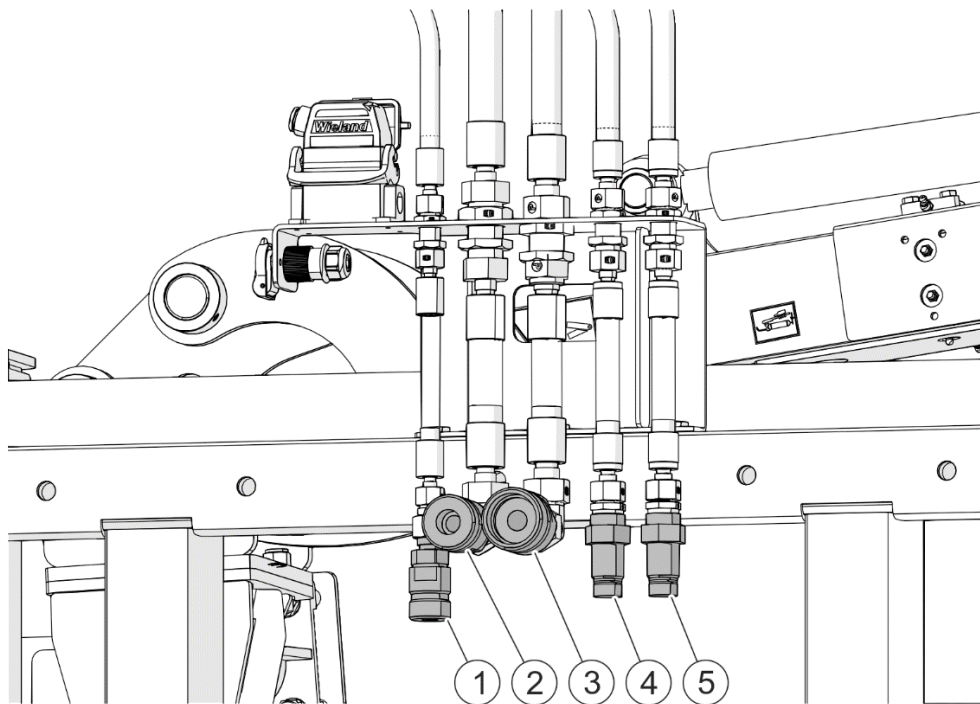

FIGURA 4.2 Cuplajele hidraulice rapide ale brațului multifuncțional
(1)- cuplaj „scurgere liberă”, (2)- conexiune de alimentare a capului de lucru, (3)- conexiune retur de la capul de lucru, (4)- conexiune de alimentare a blocului cu supape, (5)- conexiune retur de la blocul cu supape.
- Conectați furtune hidraulice ale brațului hidraulic cu cuplaje rapide ale instalației hidraulice ale suportului de unelte (FIGURA 4.2).
- o Furtunul (1) (FIGURA 4.2) cu bornele 12L-M18x1.5 – se va conecta sub așa numita scurgere liberă (scurgeri ale motorului) - furtun de 330 bari (conector plat masculin M22x1,5 HS 10-2-L1522),
- o Furtunul (2) (FIGURA 4.2) cu bornele 20S-M30x2 – se va conecta la furtunul de alimentare cu presiune înaltă - furtun de 350 bari (conector plat masculin M30x2 HS 20-1-S2030),
- o Furtunul (3) (FIGURA 4.2) cu bornele 22L-M30x2 – se va conecta sub returul din capul de lucru – furtun de 105 bari (conector feminin M30x2 HS 20-2-L2230),
- o Furtunul (4) (FIGURA 4.2) cu bornele 15L-M22x1,5 – se va conecta sub alimentarea blocului cu supape - furtun de 275 bari (conector masculin de 1/2 "HQ 12-M-08G),
- o Furtunul (5) (FIGURA 4.2) cu bornele 15L-M22x1,5 - se va conecta sub returul de la blocul cu supape - furtun de 275 bari (conector masculin de 1/2 "HQ 12-M-08G).
Furtunurile (1), (2) și (3) (FIGURA 4.2) sunt responsabile de conducerea capului suspendat pe braț. Furtunurile (4) și (5) sunt responsabile de controlul mișcărilor brațului.